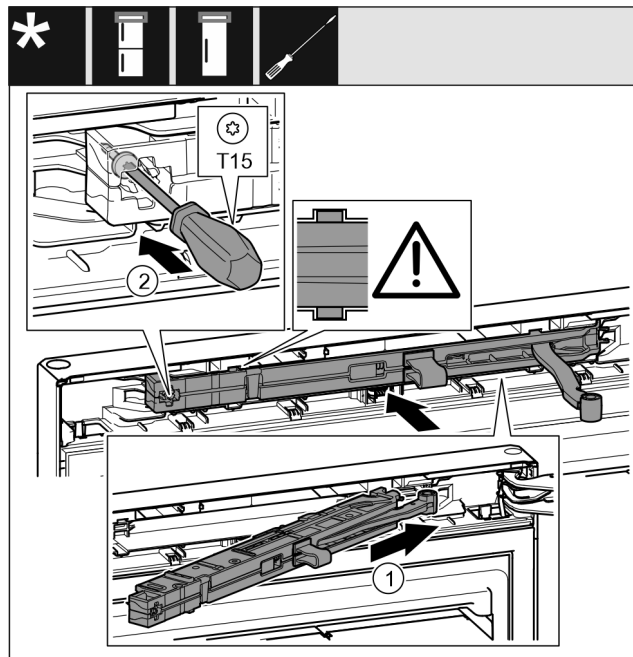

Fig. 29
- Skjut in stängningsdämparenheten Fig. 29 (1) på lagerbocksidan snett i ursparingen till anslaget.
- Skruva fast skruven Fig. 29 (2) med en skruvmejsel.